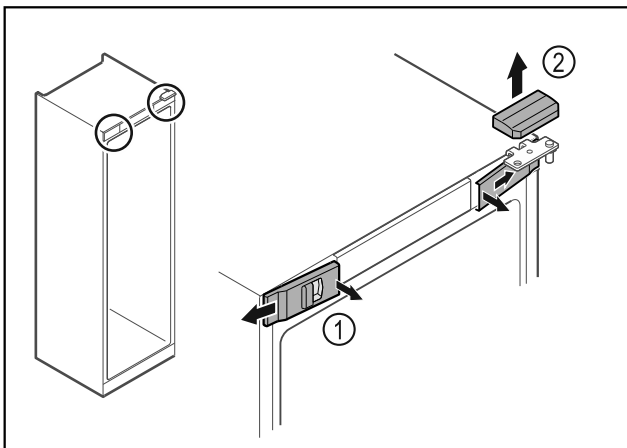

Fig. 5
- Odistite zvnútra predné kryty Fig. 5 (1) a odoberte ich do strany.
- Odoberte horný kryt Fig. 5 (2) nahor.